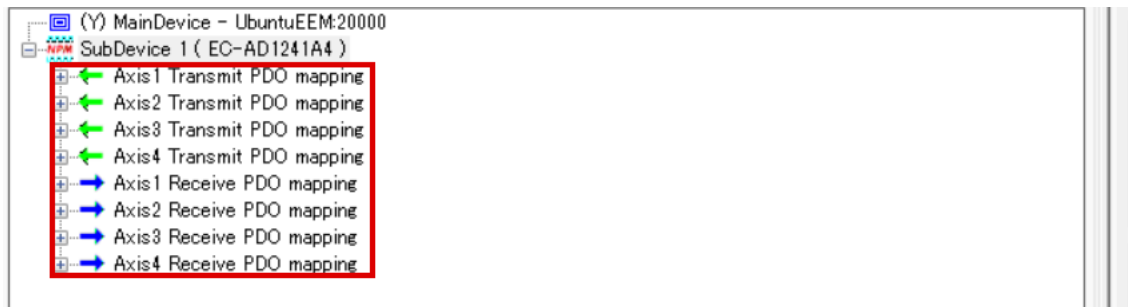

図4 ESI をライブラリに登録した状態でのスキャン。4 軸の 8 個の PDO が表示されます (赤枠)。
3. サブデバイスは Vendor ID と Product Code (0x00000B07 / 0x00001001) で照合され、8 個の PDO がすべて表示されます (図 4)。ESI では全 PDO が Fixed かつ Mandatory で、SM2 または SM3 に割り当てられているため、追加の操作は不要です。